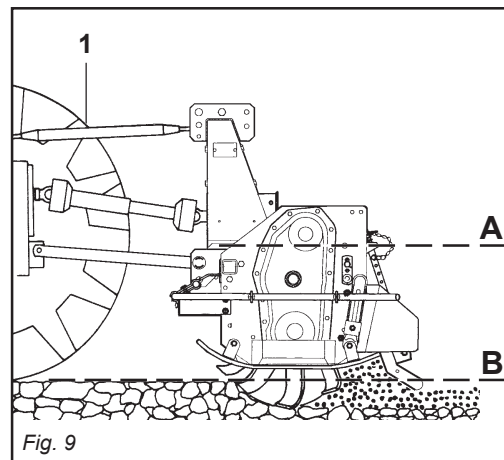

Fig. 9
- 4) Collegare il terzo punto superiore ed effettuare una corretta regolazione con il tirante (1 Fig. 9) verificando che il piano superiore della macchina (A Fig. 9) risulti parallelo al piano terra (B Fig. 9).
- 4) *Connect the upper third-point and correctly regulate by means of the adjuster (1 Fig. 9), checking that the upper surface of the machine (A Fig. 9) is parallel to the ground (B Fig. 9).*
- 4) Reliez le troisième point supérieur et réglez correctement à l'aide du tirant (1 Fig. 9). Assurez-vous que le plan supérieur de la machine (A Fig. 9) soit pratiquement parallèle au terrain (B Fig. 9).
- 4) *Den oberen Kupplungspunkt anschließen und den oberen Lenker (1 Abb. 9) korrekt einstellen. Sicherstellen, daß die obere Haubenkante der Maschine (A Abb. 9) parallel zum Boden (B Abb. 9) steht.*
- 4) Conectar el tercer punto superior y efectuar una correcta regulación con el tirante de regulación (1 Fig. 9) controlando que el plano superior de la máquina (A Fig. 9) resulte paralelo al plano al nivel del suelo (B Fig. 9).